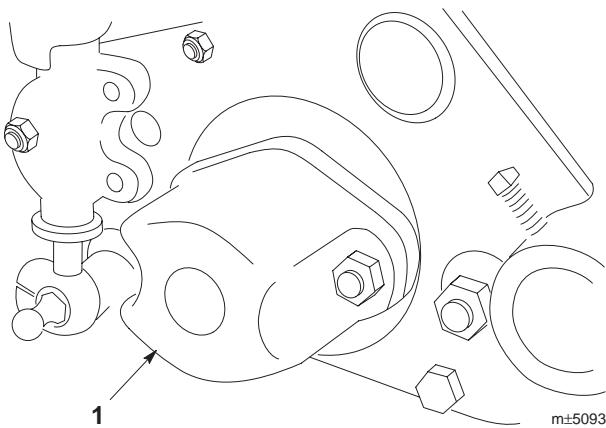

図13
- A. カウンタバランスのエンドキャップ(図13)の固定ナットを外し、スタッドからエンドキャップを抜き取る。
- C. トルクレンチを取り付け、リールが回転しないようにリールを固定しておいて、リール・ペアリング調整ボルトを、所定の締め付けトルク値まで締める（図13：所定値は 1.1.6 N.m (0.08 0.13 kg.m)）。
- D. リール・シャフトのエンド・ボルトを取り付け（図13）。トルクレンチでもう一度回転抵抗を確認する。